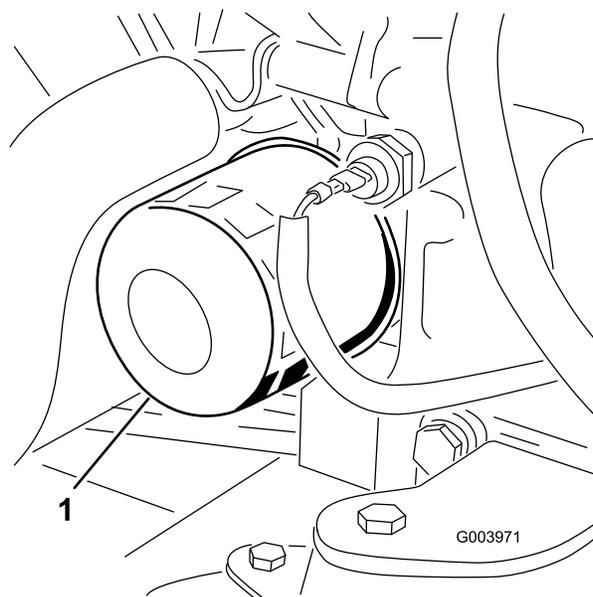

Рисунок 52
3. Снимите масляный фильтр (Рисунок 52).